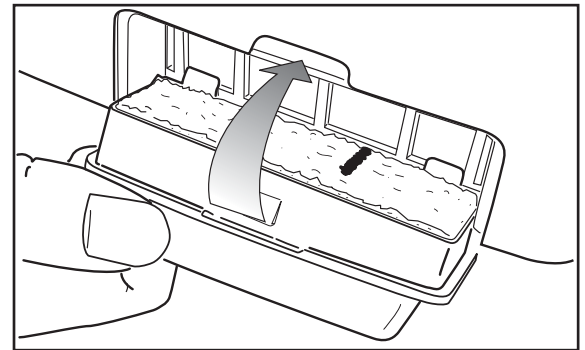

Fig. 4
2. Ersetzen Sie den alten Filter durch einen neuen. Achten Sie darauf, dass die senkrechte schwarze Linie zum Gerät zeigt wie in Abbildung 4 dargestellt. Setzen Sie zunächst die Unterseite des Filterhalters ein und drehen Sie ihn aufwärts, bis er oben einrastet.